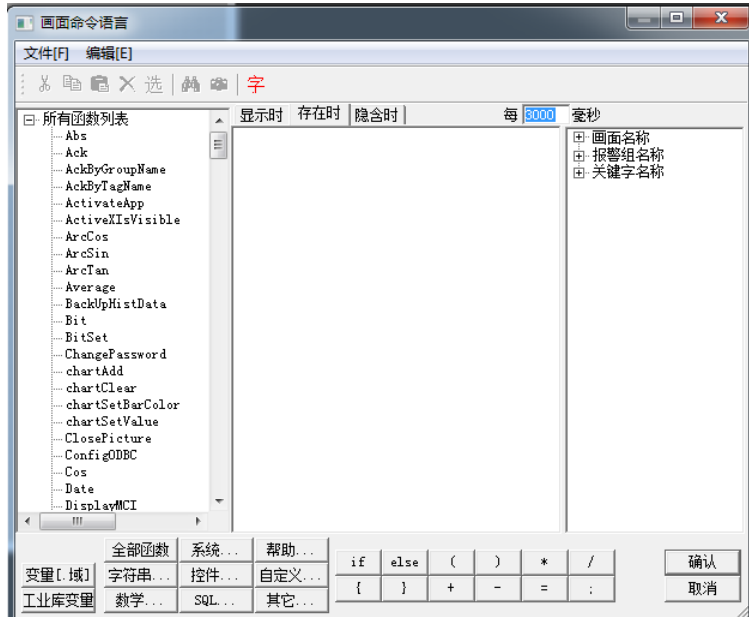

图4.45 画面命令语言
- ◇ **命令语言（画面命令语言）** 根据程序设计者的要求，画面命令语言可以在画面显示时执行、隐含时执行或者在画面存在期间定时执行。如果希望定时执行，还需要指定时间间隔。单击“命令语言”按钮，弹出“画面命令语言”对话框如图 4.45 所